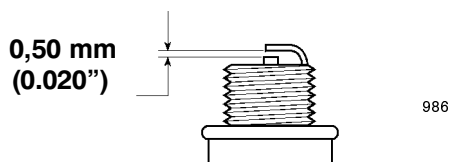

Figure 16
5. Régler l'écartement des électrodes de la nouvelle bougie à 0,50 mm (0.020") (Fig. 16).